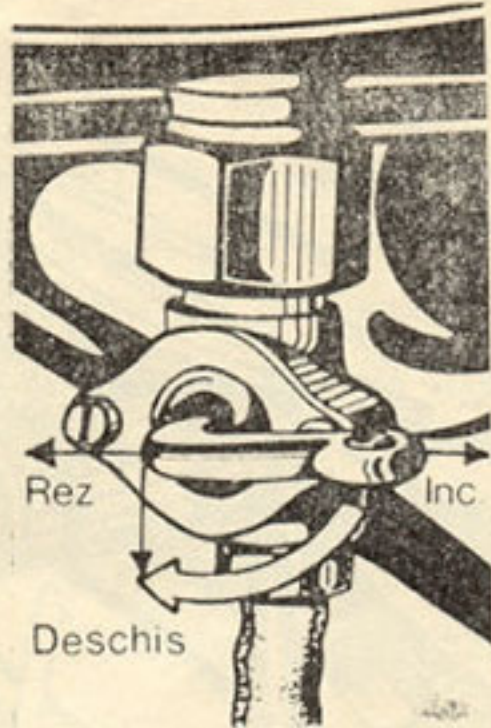

Fig. 3
1. Rotiți robinetul de benzină (fig. 3) în poziția „deschis“.